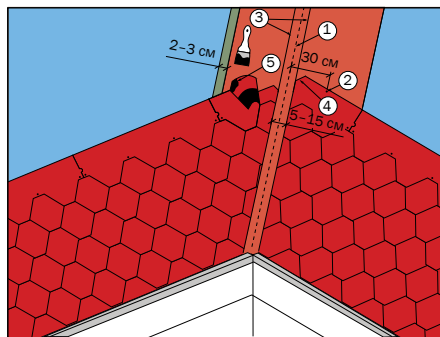

Рис. 18
Рядовая черепица укладывается поверх ендовного ковра и монтируется в хаотичном порядке до линии подреза (3) в сторону оси ендовы (1) (рис. 18). Каждая черепица дополнительно фиксируется с помощью кровельных гвоздей в верхней части (2). Не следует прибивать специальные гвозди на расстоянии ближе 30 см от центральной оси ендовы (1). Так собираются две поверхности ската относительно ендовы. После чего при помощи шнура (отбивки) отбиваются две мелованные линии (3). Затем рядовая черепица прорезается по линии 3. При этом необходимо подкладывать специальную дощечку, чтобы не повредить целостность гидроизоляционного ковра. Для отбоя воды в ендове необходимо подрезать каждую черепицу (4) и промазывать битумной мастикой ТехноНИКОЛЬ с тыльной стороны на величину 10 см в местах отсутствия самоклеющегося слоя (5).